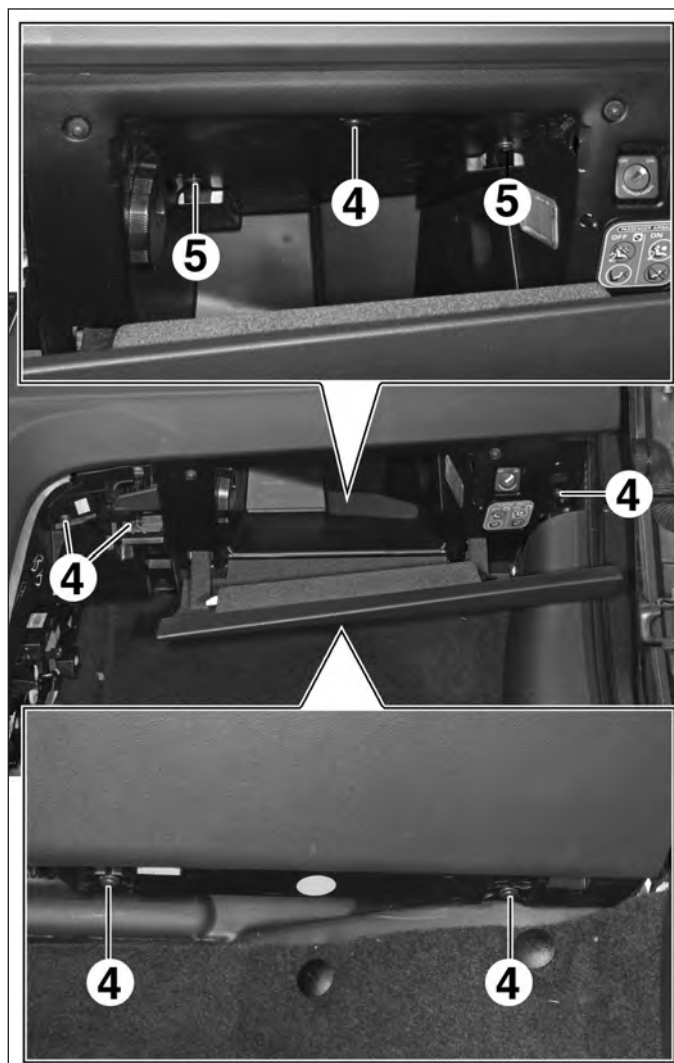

FIG.15
• Déposer les vis (4) de la boîte à gants (Fig.15).
• Desserrer les vis (5).